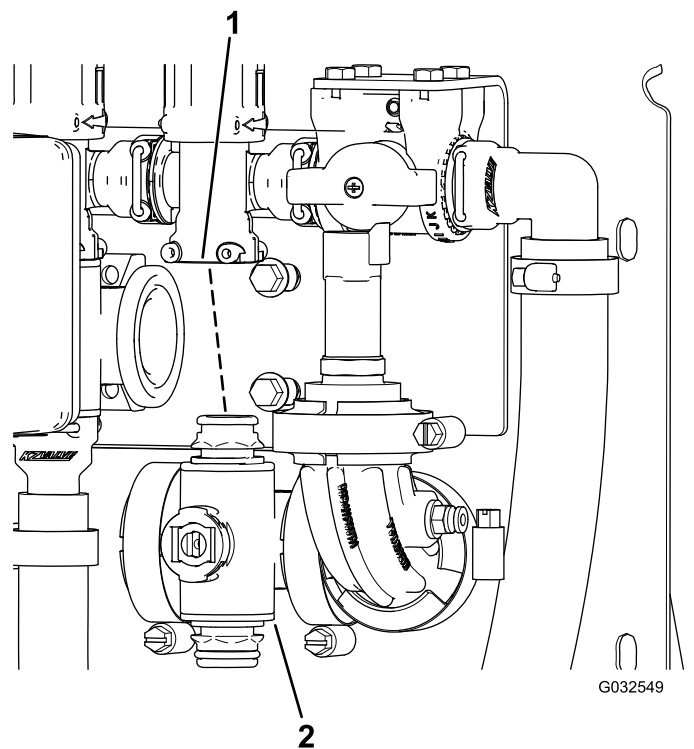

Figure 110
3. Déposez le collecteur de vanne de section de la machine (Figure 110).